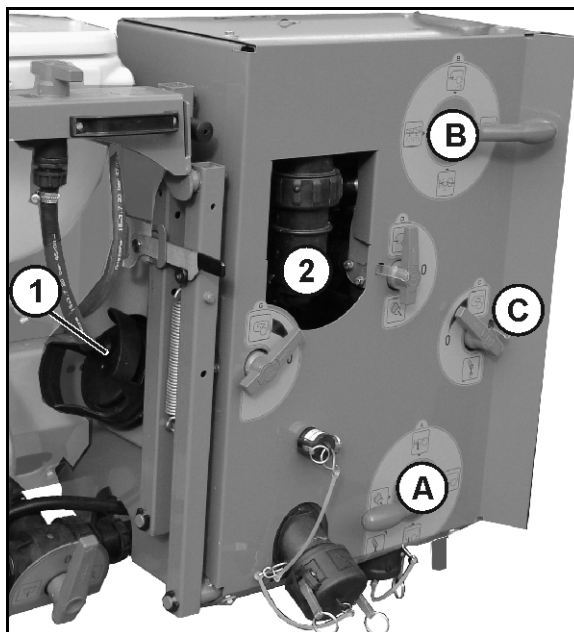
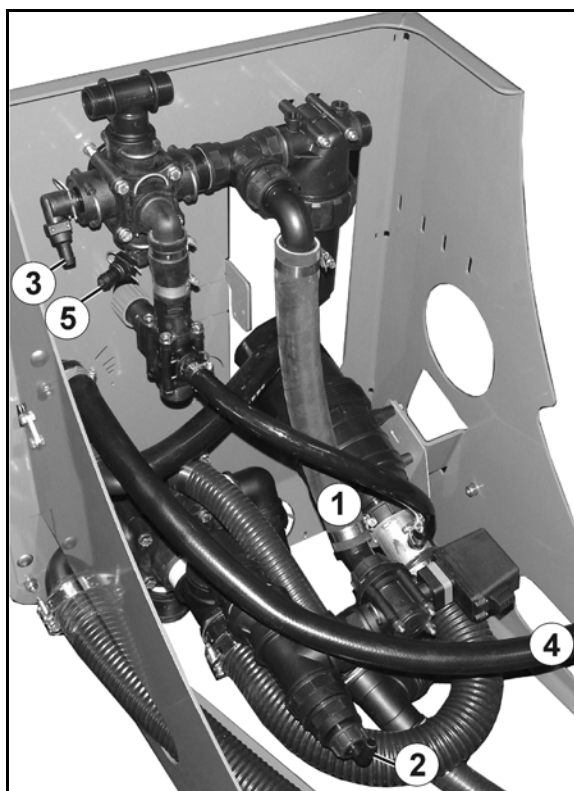

Fig. 141
Fig. 142
2. Démontez et nettoyez le filtre d'aspiration (Fig. 141/1). Voir en page 187.
- 5.1 Videz le filtre sous pression (Fig. 141/2) par le biais du robinet **C**.
- 5.2 Dévissez le flexible de l'organe agitateur (Fig. 142/4) (en partant du robinet **C**) de la cuve à bouillie.
6. Démontez le flexible d'alimentation (Fig. 142/1) de la vanne de régulation. Le flexible d'alimentation relie le robinet sélecteur VARIO, côté refoulement (Fig. 141/**B**) aux robinetteries d'aspiration.
7. Dévissez le flexible de retour (Fig. 142/2) de la robinetterie de tronçonnement du robinet sélecteur VARIO, côté aspiration (Fig. 141/**A**).
9. Enlevez le flexible de nettoyage intérieur (Fig. 142/3) du robinet sélecteur VARIO, côté refoulement (Fig. 141/**B**).
11. Retirez le flexible de nettoyage extérieur si aucun dispositif de nettoyage extérieur n'est présent (Fig. 142/5).
15. Passez plusieurs fois sur toutes les positions du robinet sélecteur VARIO, côté aspiration (Fig. 141/A) et du robinet sélecteur VARIO, côté refoulement (Fig. 141/B).